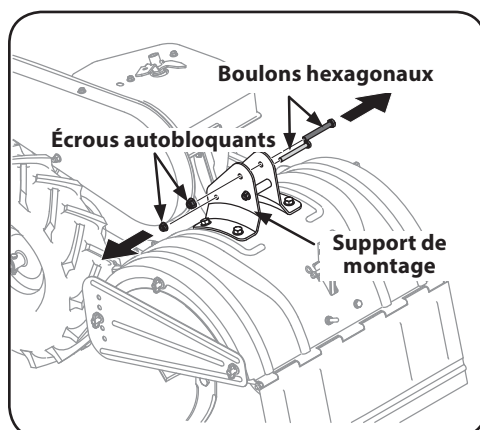

Figure 3-2
1. Retirez les deux boulons hexagonaux et les écrous autobloquants à bride des supports de montage de la partie supérieure de la poignée. N'enlevez pas le boulon hexagonal et l'écrou autobloquant à bride de la partie inférieure. Voir Figure 3-2.